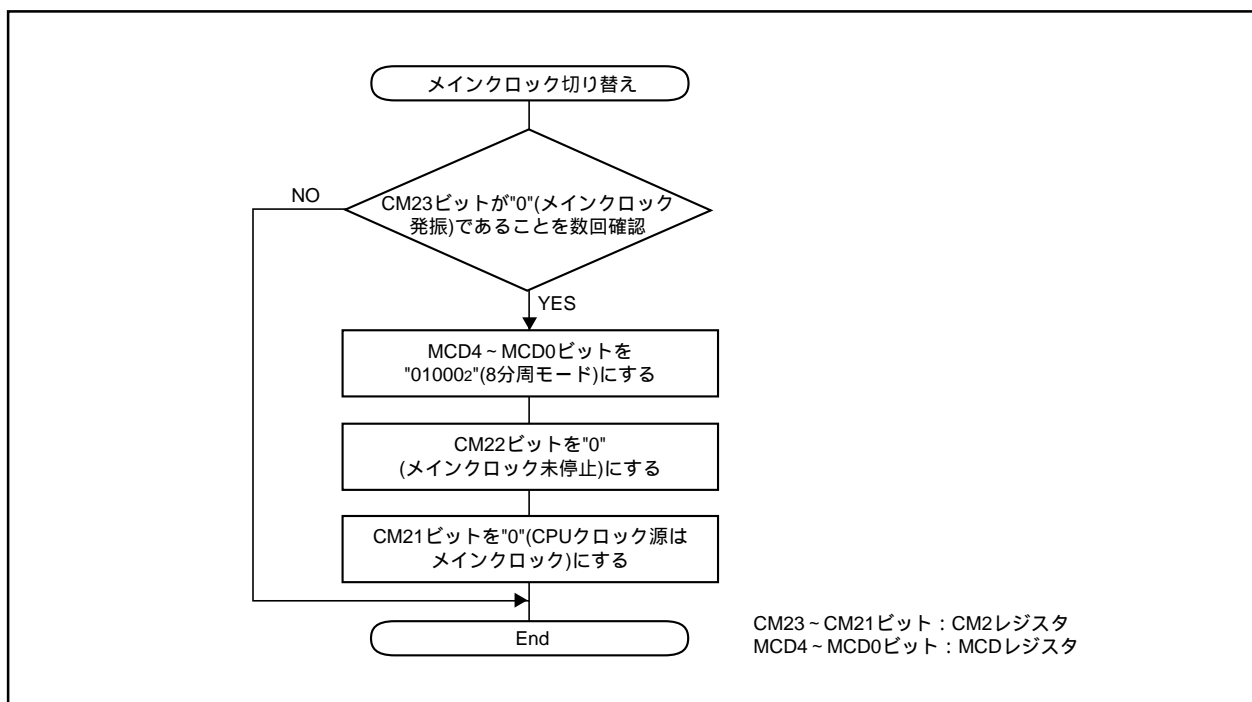

図9.10 オンチップオシレータクロックからメインクロックへの切り替え手順
- ・発振停止検出後メインクロックの発振が再開した場合は、プログラムでメインクロックをCPUクロックや周辺機能クロックのクロック源に戻してください。図9.10にオンチップオシレータクロックからメインクロックへの切り替え手順を示します。